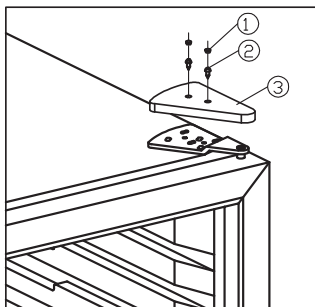

fig. 7.1
- Fjern gummiproppene og hengseldekslet. Se fig. 7.1